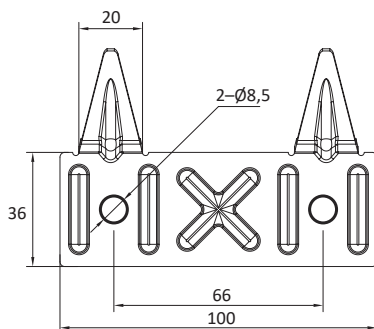
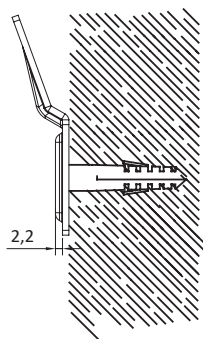

Рис. 1
Рис. 2
3. После выбора подходящего места установки определите положение двух отверстий для распорных болтов. Следуйте изображению на рис.2. Используйте анкерные болты и крепежные элементы, поставляемые вместе с устройством, для надежного крепления кронштейна (рис.1) к стене.